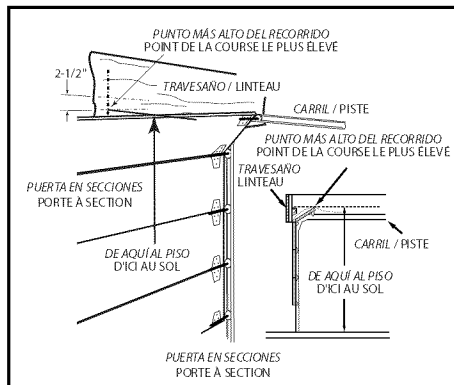

FIG. 2-2 **Encontrando el punto más alto del recorrido.**
- Levante la puerta del garaje hasta que el borde superior alcance la altura máxima (Fig. 2-2).
- Mida la altura del borde superior de la puerta al piso (Fig. 2-2).
- Lever la porte du garage jusqu'à ce que le bord supérieur atteigne sa hauteur maximum (Fig. 2-2).
- Mesurer la hauteur du bord supérieur de la porte au sol (Fig. 2-2).